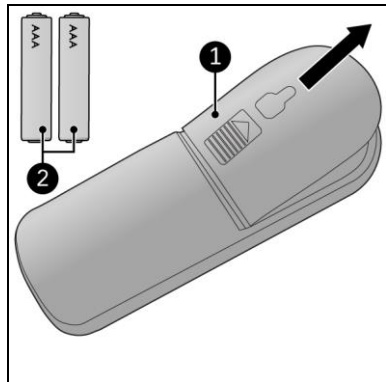

Abbildung 10
1. Entfernen Sie die Abdeckung (Abbildung 10, Pos. 1).
3. Legen Sie zwei Batterien (AAA 1,5 V) (Abbildung 10, Pos. 2) wie im Batteriefach angegeben ein. Stellen Sie sicher, dass die Batterien richtig eingelegt sind.
5. Entfernen Sie die Batterien (Abbildung 10, Pos. 2) aus der Fernbedienung.